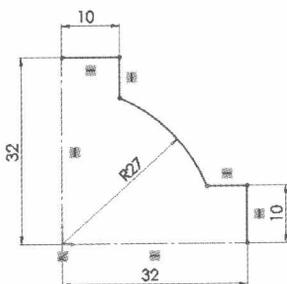

图 2-4 绘制截面草图
Step3 绘制截面草图。单击“草图”工具栏中的“中心线”按钮，绘制垂直相交的中心线；再单击“草图”工具栏中的“直线”按钮和“圆心/起/终点画弧”按钮，绘制直线段和圆弧；单击“尺寸/几何关系”工具栏中的“智能尺寸”按钮，标注尺寸，如图 2-4 所示。